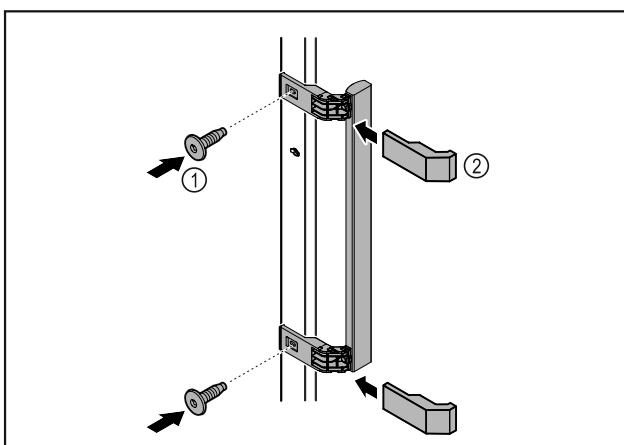

Fig. 7
- Ручку з комплекту додаткового обладнання з доданими гвинтами Fig. 7 (1) розмістити на дверях.
- Одягти кришку Fig. 7 (2).